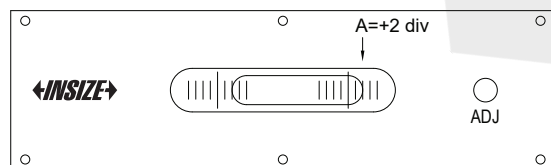

Fig.2
- b) Quando la bolla smette di muoversi, leggere A sulla scala (Fig.2).